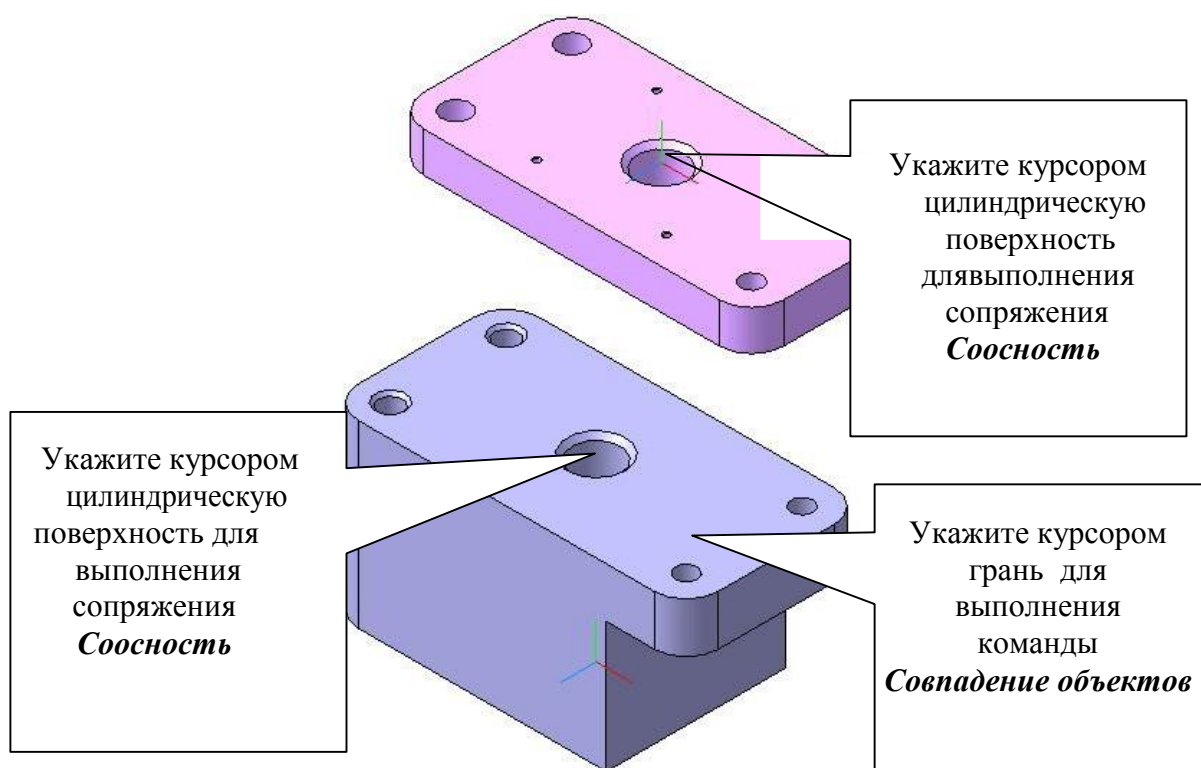

Рис. 8
2) Нажмите кнопку **Добавить из файла**  на панели **Редактирование сборки**  и откройте модель «Плита». Установите деталь в произвольном положении, рис. 8. Деталь можно перемещать кнопками **Повернуть компонент**  и **переместить компонент** . Для точной установки детали в сборке необходимо выполнить сопряжения. Откройте панель **Сопряжения**  и нажмите кнопку **Соосность** .
Командой **Повернуть**  разверните две детали таким образом, чтобы было удобно выделять цилиндрические поверхности $\varnothing 24$ удвух деталей (на рис. 8 такое положение уже достигнуто).